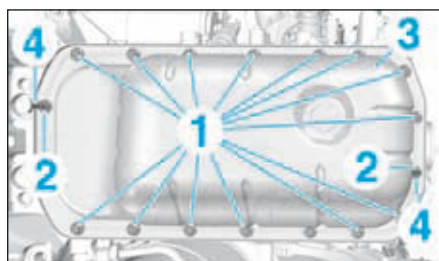
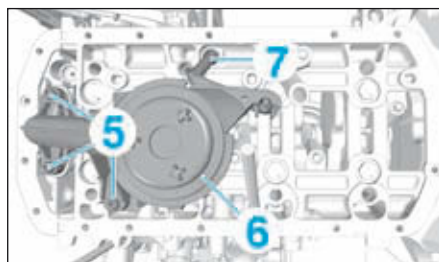

FIG.9
FIG.10
- Déposer les vis (1) du carter d'huile (Fig.9).
- Desserrer les écrous (2).
- Décoller le carter d'huile (3).
- les écrous (2),
- le carter d'huile (3),
- les 2 goujons (4).
- Déposer (Fig.10) :
- les vis (5),
- la crépine (6),
- le guide inférieur de jauge à huile (7).